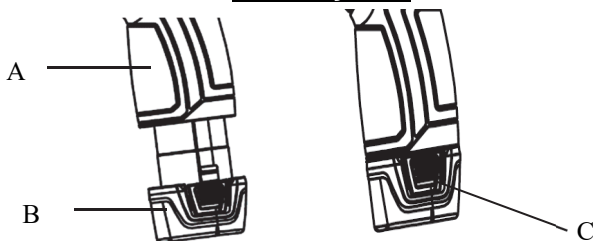

Fig. 2
POUR RETIRER LA BATTERIE : Appuyez sur le bouton de libération de la batterie (C) et retirez la batterie (B) de l'outil (A). (voir Fig. 2)
POUR INSTALLER LA BATTERIE : Introduisez la batterie (B) dans outil jusqu'à ce qu'elle s'enclenche correctement. (voir Fig. 2)